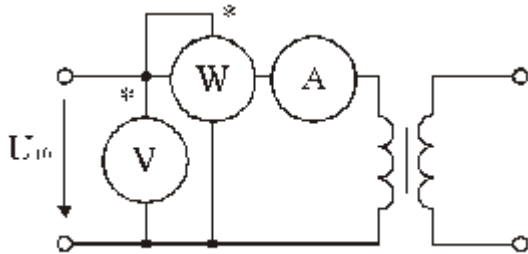

Рис. 6.5
8. Получены следующие показания приборов при холостом ходе трансформатора (рис. 6.5) и частоте 50 Гц:  $U_{10}=220$  В;  $I_{10}=1,0$  А;  $P_{10}=120$  Вт. Определить коэффициент мощности  $\cos\varphi_1$ ; индуктивность первичной обмотки трансформатора.